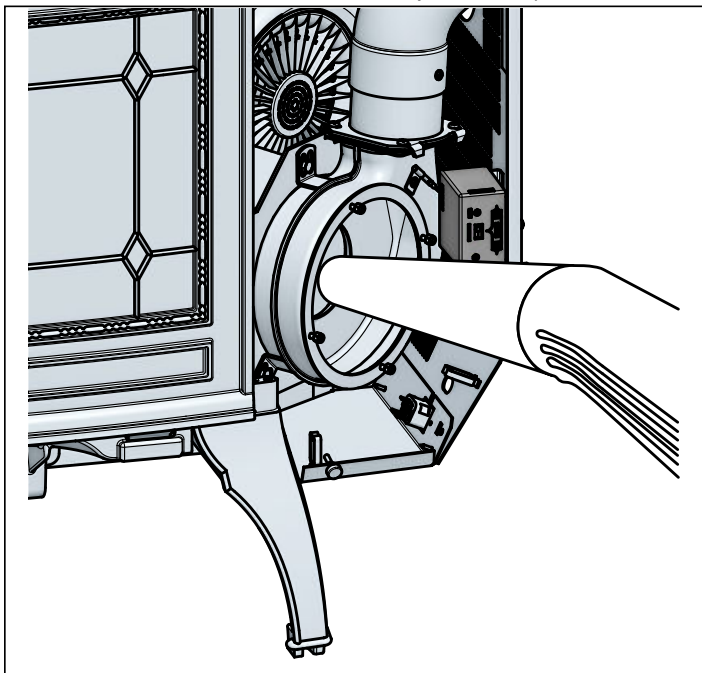

Figure 19.1
- d. Passez l'aspirateur dans le trajet de sortie des gaz et le boîtier Figure 19.1